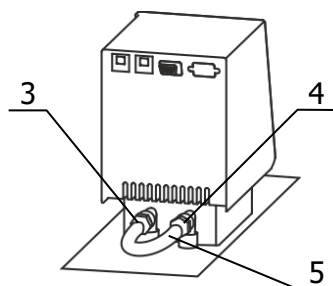

Рисунок 3 — Установка перемычки
2.2.6 Соединить входной 4 и выходной 3 штуцера насоса блока регулирования с помощью шланга-перемычки 5 (рисунок 3) и хомутов из комплекта поставки блока регулирования.